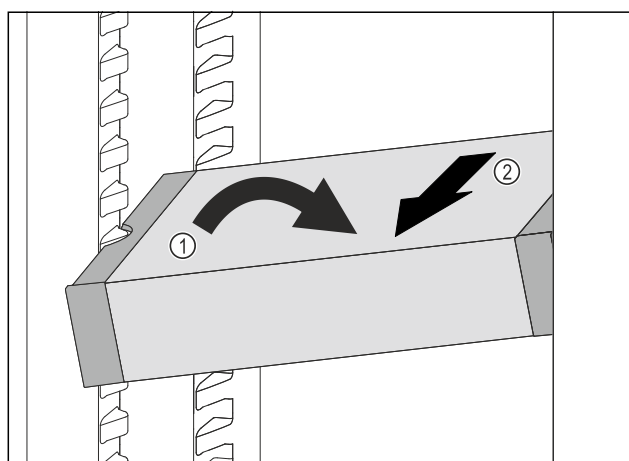

Fig. 73
- ▶ Poziționați oblic VarioSafe în frigider. Fig. 73 (1)
- ▶ Extrageți VarioSafe spre înainte. Fig. 73 (2)